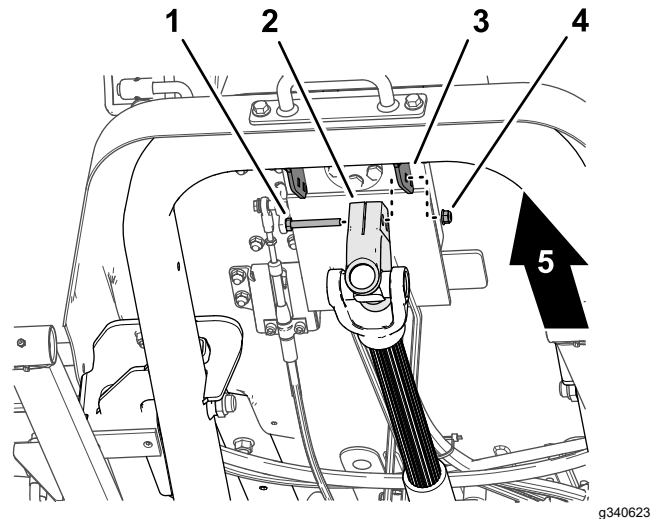

Bild 14
1. Entfernen Sie, während Sie die Antriebswelle abstützen, die Innensechskantschraube und die Sicherungsmutter, mit denen das Antriebswellenjoch an der Befestigungshalterung des Steuerventils befestigt ist (Bild 14), und senken Sie die Antriebswelle vorsichtig ab.